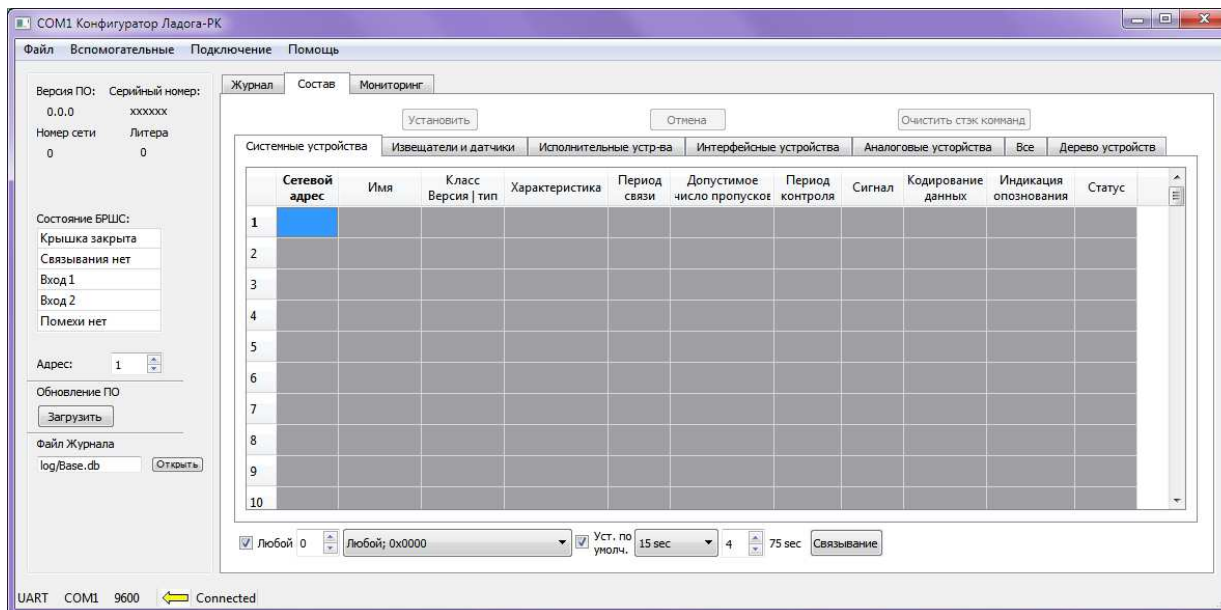

Рисунок 8
3.3.2 После нажатия «ОК» в окне «Выбор соединения», на экране ПЭВМ появится окно «COM1 Конфигуратор Ладога-РК» (рисунок 8).